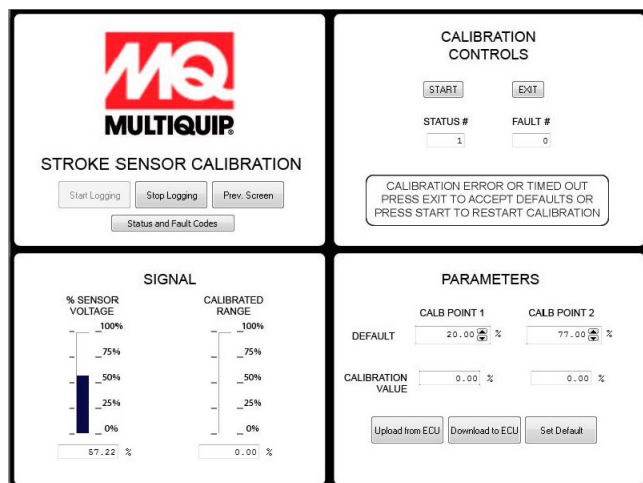

Figure 36. Début de l'étalonnage du capteur de course
- b. Lire le % de tension du capteur (Figure 36).